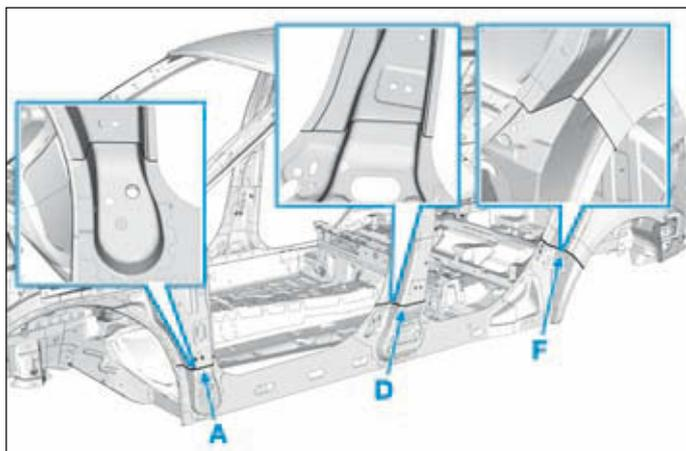

FIG.36
- Tenir compte du détail de coupe (Fig.36).